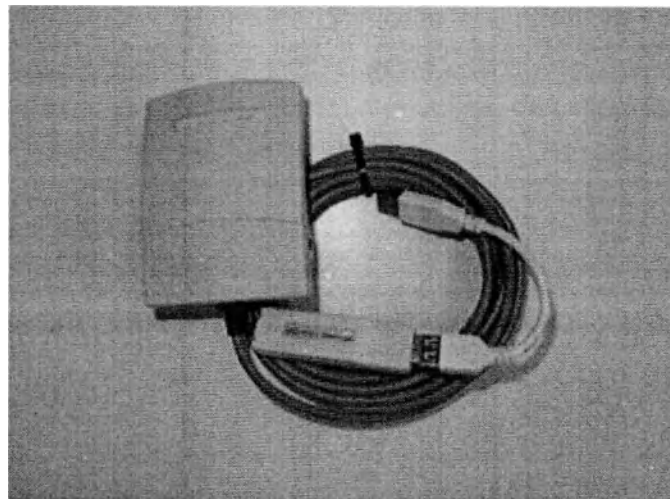

Рисунок 1. Педаль VERION
- Поставляемая стандартная педаль VERION (Рисунок 1).